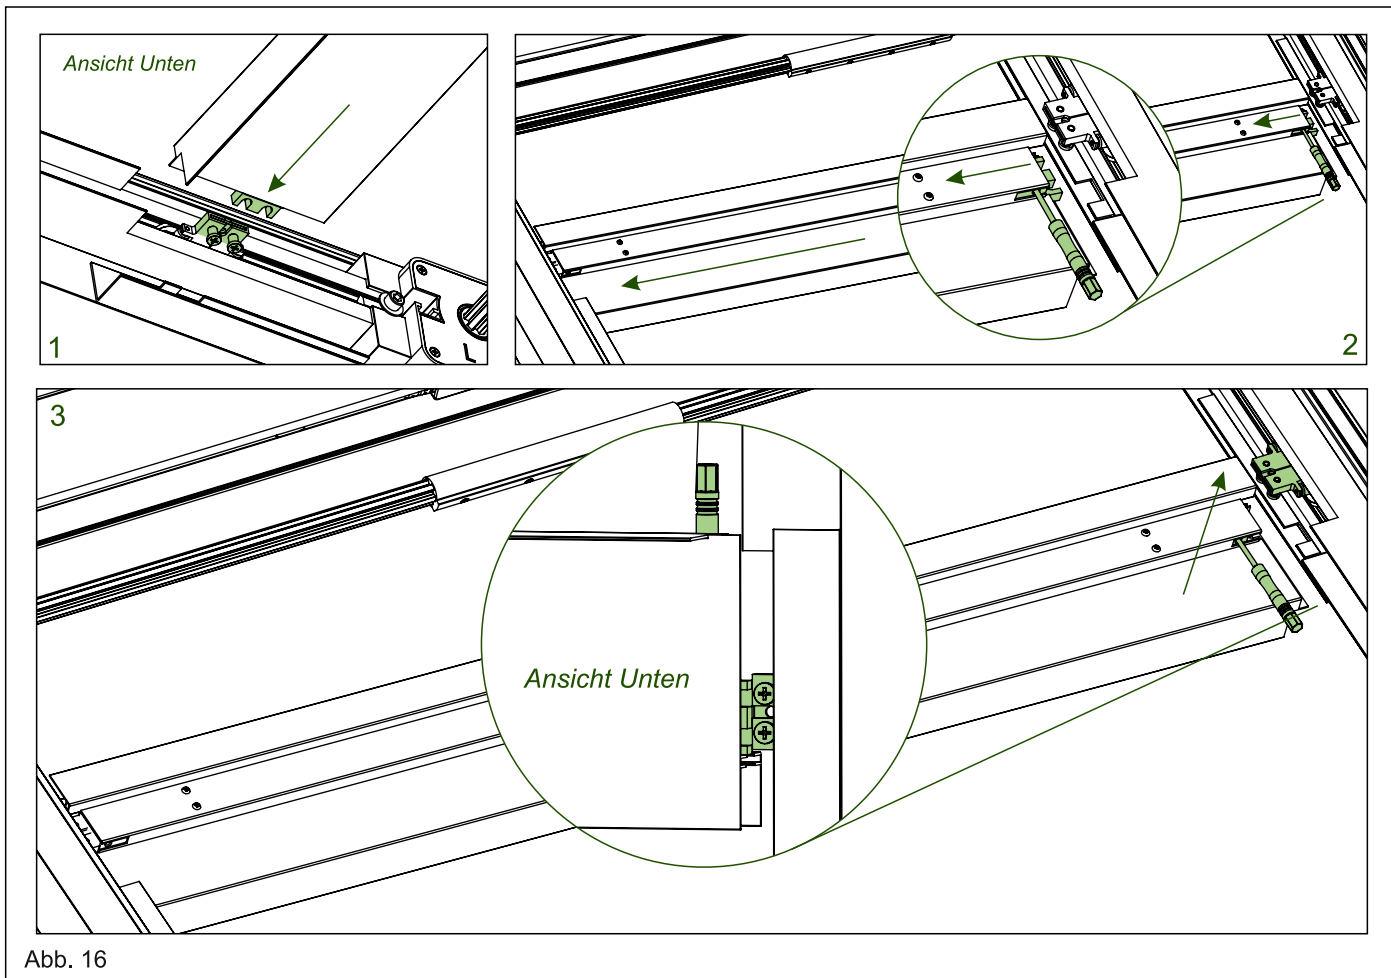

Abb. 16
17. **1.** Setzen Sie Markisenprofil 1 zunächst auf der linken Seite auf den Laufwagen. Die beiden Aussparungen am Profil werden dabei auf die nach unten zeigenden Schrauben des Laufwagens aufgesteckt. **2.** Die Halterung des Markisenprofils ist flexibel und lässt sich einschieben – schieben Sie diese in Richtung Laufwagen, um die rechte Seite des Profils einrasten zu lassen. **3.** Als Montagehilfe kann beispielsweise ein Schraubendreher verwendet werden: Führen Sie diesen seitlich in die Öffnung des einziehbaren Teils am Markisenprofil ein und ziehen Sie es manuell zurück. So lassen sich die Aussparungen auf der rechten Seite leichter über die Schrauben des Laufwagens führen. (Siehe Abb. 16)